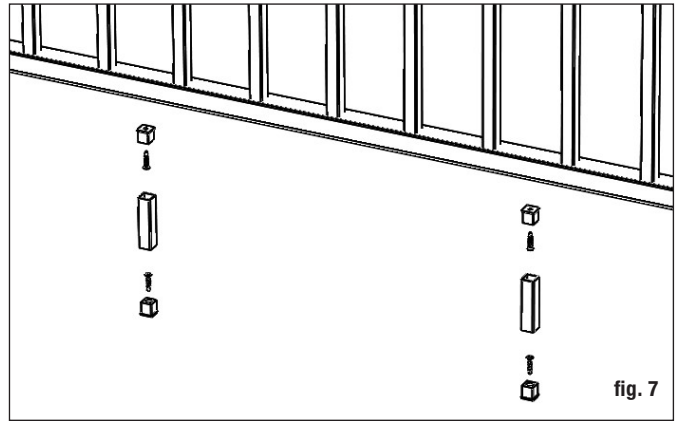

fig. 7
Étape 6 Un support de rail est nécessaire tous les 2 pieds (**2 sont inclus dans le kit 6 pieds, 3 dans le kit 8 pieds**). Fixez les connecteurs de support de rail au bas du rail inférieur à intervalles de 2 pieds. Pré-percez à l'aide d'un foret de 1/8 po. Fixez les supports de rail aux connecteurs du bloc de support. Marquez l'emplacement du support de rail sur la surface de la terrasse et fixez l'autre connecteur de support de rail à la terrasse à l'aide de la vis fournie (fig. 7). **Pour un garde-corps en titane brossé anodisé, percez deux trous de vidange de 1/4 po à travers le bas du rail pour éviter de piéger l'eau. Centrer les trous de drainage entre deux emplacements de balustre, car le balustre peut bloquer le chemin et empêcher l'eau de s'écouler correctement.**